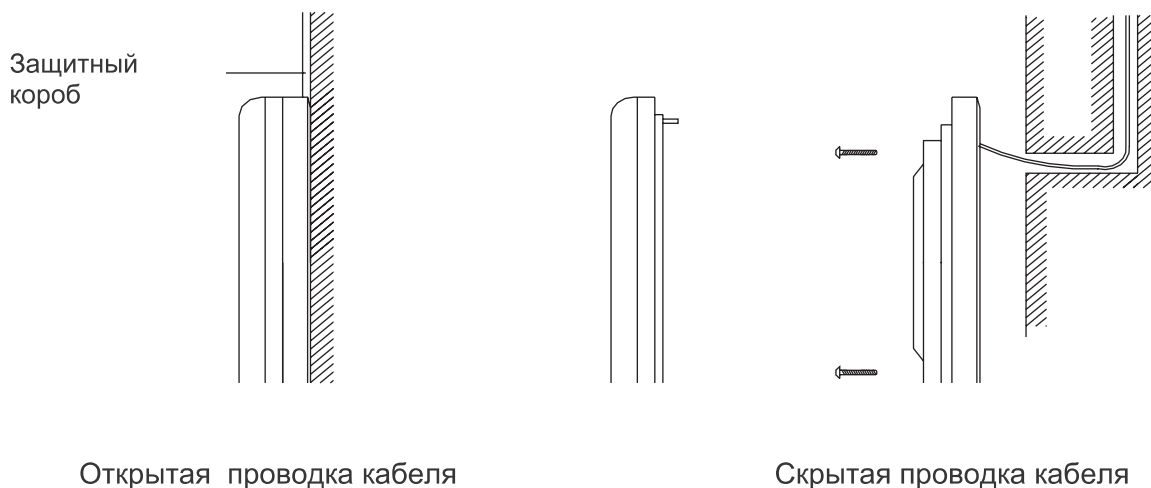

Рисунок 9.1- Установка пульта управления
- Проводка кабеля проводного пульта может быть скрытой или открытой в зависимости от места расположения (см. рис. 9.1).